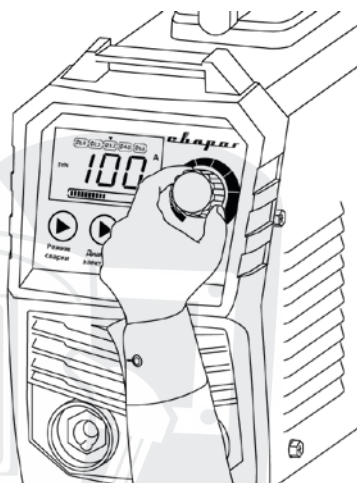

Рис. 9.10. Установка силы тока.
3. Установите необходимое значение силы тока (См. рис. 9.10).